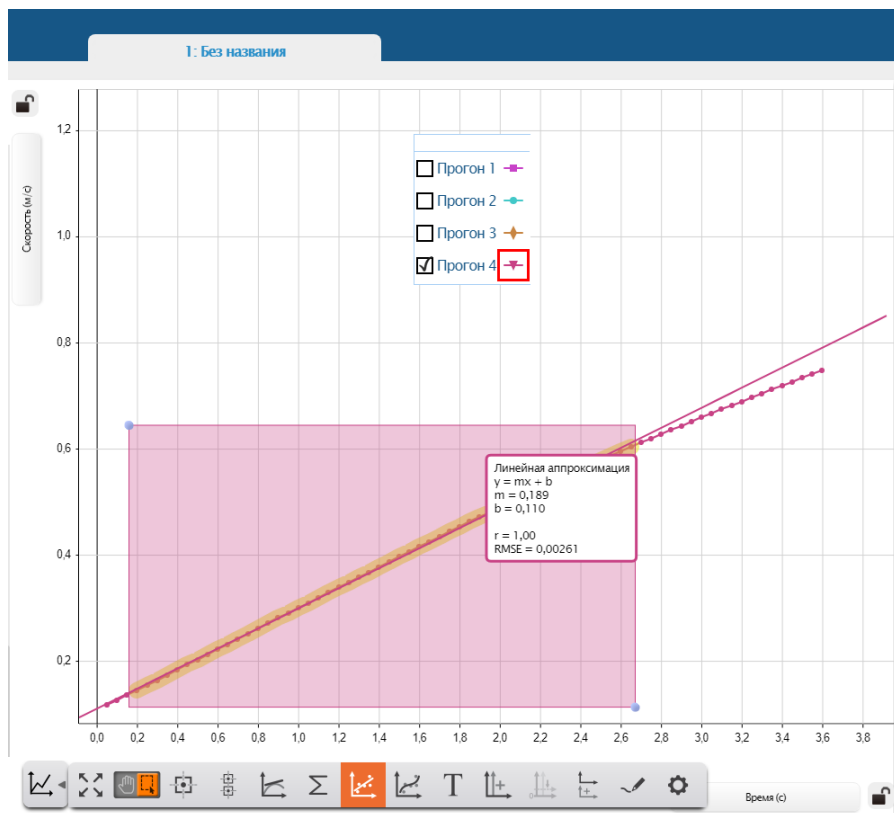

Рис. 7. Вычисление ускорения тележки
13. На выделенном участке нажать правую кнопку мыши и выбрать пункт «**Линейная аппроксимация**» (программа построит аппроксимационную прямую (рис. 7), описываемую уравнением $y = mx + b$, где y – скорость, x – время, а m , согласно уравнению (3), является ускорением).